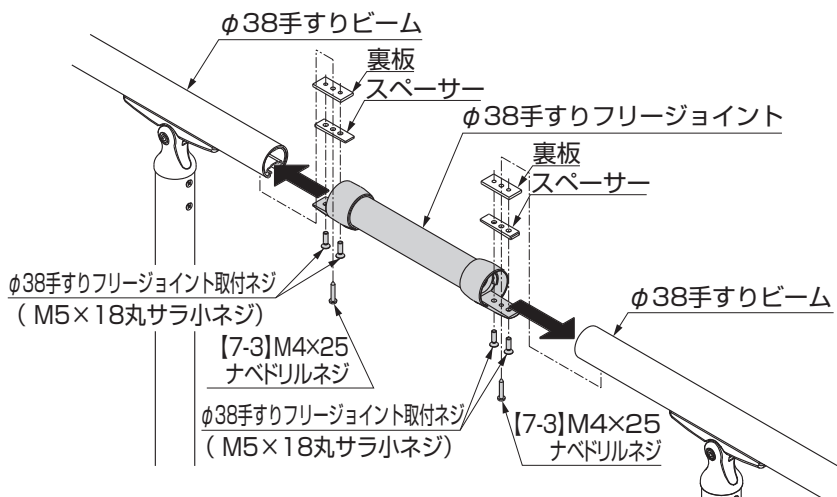

図3-8
③ 図3-8を参照してφ38手すりフリージョイントをφ38手すりビームに挿入して、「φ38手すりフリージョイント取付ネジ」で取付けてください。
④ φ38手すりフリージョイントの下部の孔に【7-3】M4×25ナベドリルネジを取付けてください。（図3-8参照）